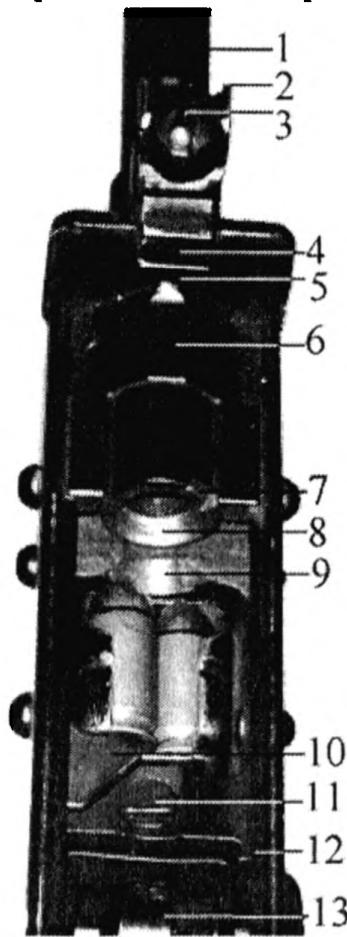

Рис. 19
Ствол (1) (рис. 19) является основной деталью пистолета-пулемета, служит для направления полета пули и придания пуле вращательного движения для стабилизации в полете. Внутри ствола состоит из нарезной части,
К левой стенке ствольной коробки изнутри приклепан отражатель (10) (рис. 19), второй конец которого зафиксирован от поворота осью предохранителя-переводчика (13).